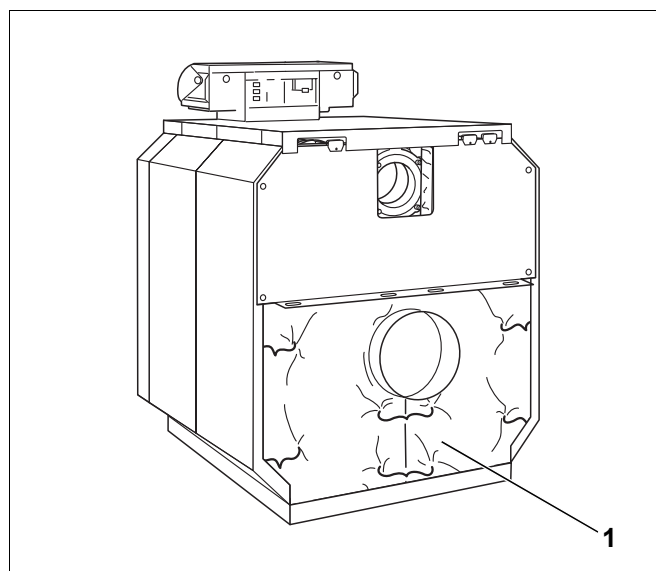

Fig. 76 Riasssemblaggio dell'isolamento dell'elemento posteriore
- ▶ Ribaltare in basso l'isolamento termico dell'elemento posteriore e compattarlo al di sotto del collettore fumi tramite la molla di tensione (fig. 76, [1]).